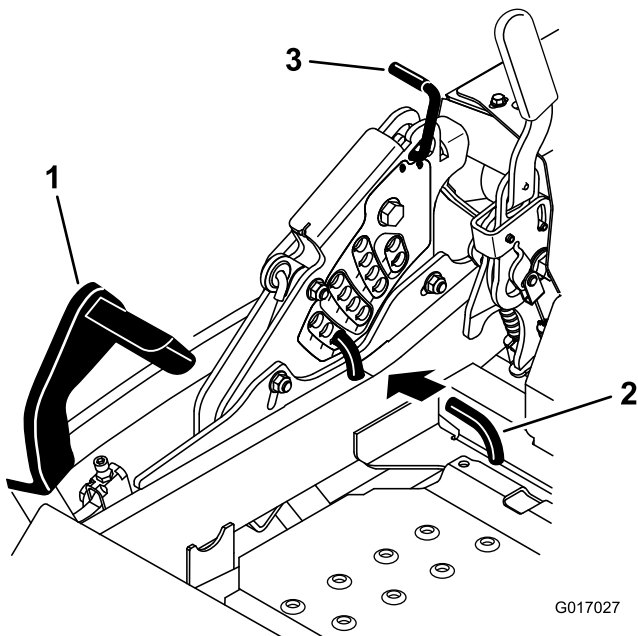

Figura 27
2. Pise el pedal de elevación de la carcasa y eleve la carcasa a la posición de transporte (que es también la posición de altura de corte de 140 mm (5-1/2 pulg.) (Figura 27).
3. Para ajustar la altura de corte, gire el pasador 90 grados y retire el pasador del soporte de altura de corte (Figura 27).
4. Seleccione el taladro del soporte de altura de corte que corresponde a la altura de corte deseada, e inserte el pasador (Figura 27).